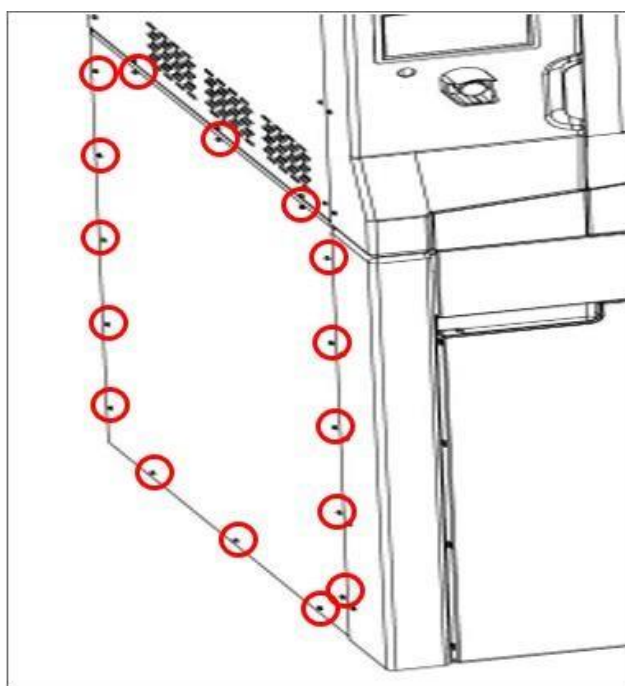

Рис. 108. Нижняя левая крышка принтера
2. Снять нижнюю левую крышку, отвинтив 16 крепежных винтов (рис. 108).